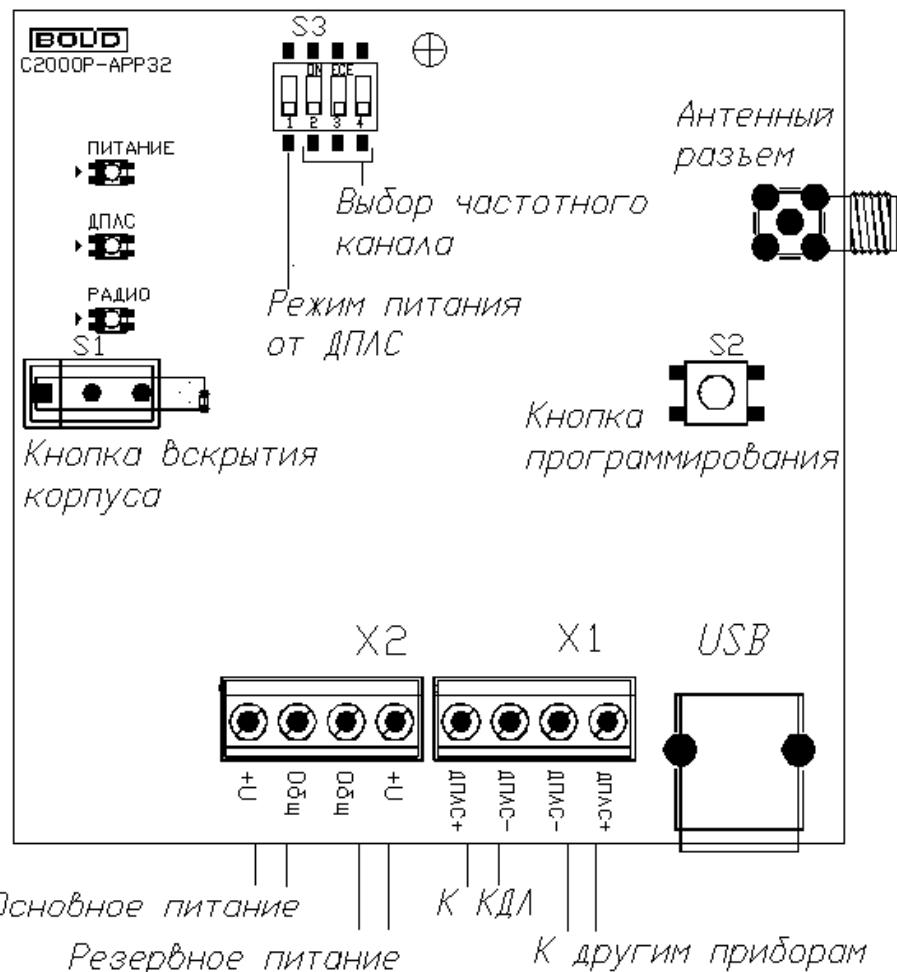

Рисунок 4.1 «C2000P-APP32»
Существует два режима питания APP32, выбор режима осуществляется посредством переключателя S3.1 (см. Рисунок 4.1).
В режиме питания от внешних источников, подключаемых к клеммам X2 (см. Рисунок 4.1), при штатной работе системы отсутствует потребление из сети ДПЛС. В данном режиме APP32 контролирует напряжение внешних источников питания, которое должно находиться в диапазоне от 9 до 28 В.
APP32 имеет три двухцветных светодиодных индикатора (см. Рисунок 4.1):
2. Подключите antennu, входящую в состав прибора, к антенному РЧ разъему на плате (см. Рисунок 4.1);
Выбор РЧ канала осуществляется вручную посредством переключателей S3.2—S3.4 (см. Рисунок 4.1), либо в автоматическом режиме. После выбора канала APP32 и все подключённые к нему РУ переходят на выбранный канал в течение 90 с.
Процедура запускается посредством комбинации нажатий кнопки программирования **S2** (см. Рисунок 4.1) **«двойное короткое – длинное»**. Процедура анализа занимает 4 минуты, при этом подаётся световая индикация: «Питание» и «ДПЛС» выключены, «Радио» поочерёдно мигает зелёным и жёлтым с частотой 4 раза в секунду.
- Установите переключатели S3.2, S3.3 и S3.4 (см. Рисунок 4.1) в положение «On».